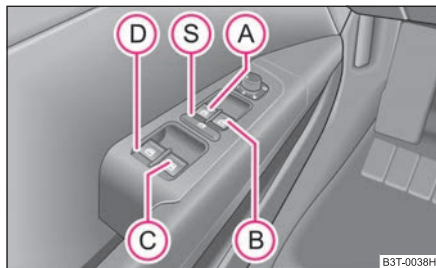

Fig. 36 Teclas en la puerta del conductor
Los conmutadores para las diferentes ventanillas se encuentran en el apoyabrazos del conductor ⇒ fig. 36, del acompañante y en las puertas posteriores ⇒ página 49, fig. 37
Vd. puede poner fuera de funcionamiento los conmutadores en las puertas traseras pulsando el conmutador de seguridad (S) ⇒ fig. 36. Se ponen de nuevo en funcionamiento las teclas en las puertas traseras pulsando repetidamente el conmutador de seguridad (S).
- Si se transporta niños en los asientos traseros, se recomienda poner fuera de funcionamiento los elevallunas eléctricos de las puertas traseras (conmutador de seguridad) (S) ⇒ página 48, fig. 36.